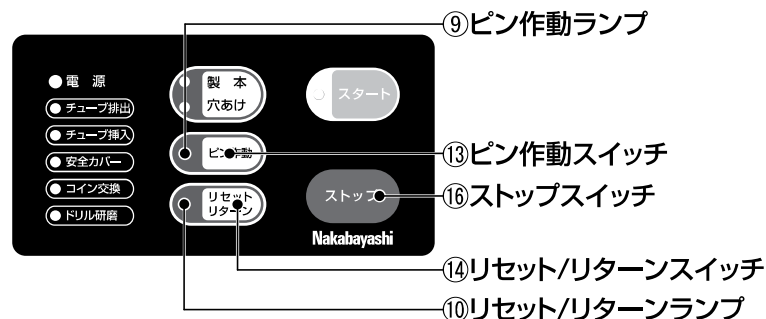

図14
●機械の作動中に緊急で停止させたいときには、ストップスイッチ⑯を押してください。 **図14 参照**